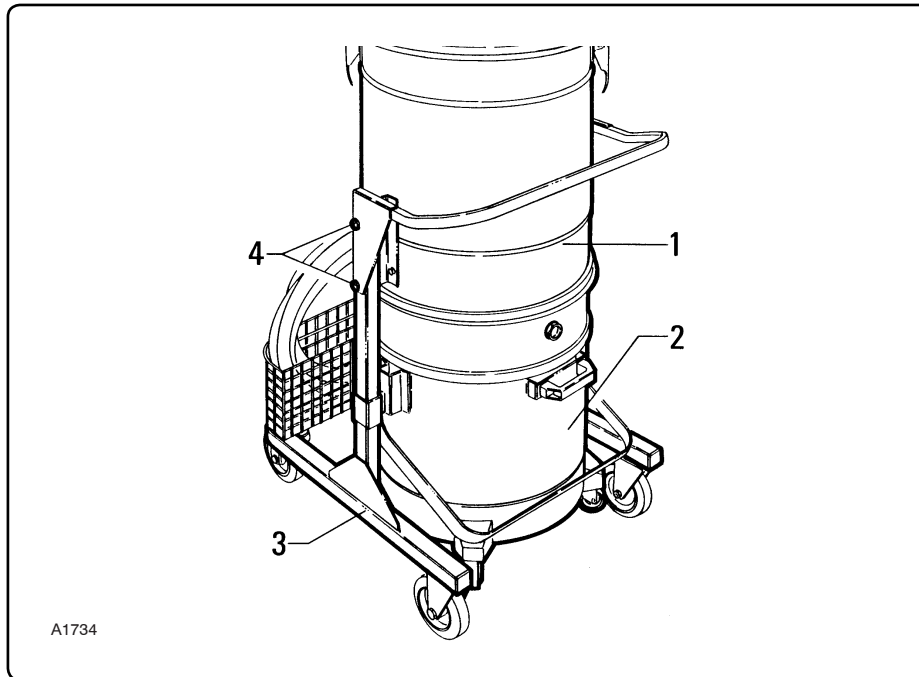

Fig. 7.5.8
7.5.6 - Verifica tenuta camera filtrante (fig. 7.5.8)
7.5.6 - Checking the tightness of the filter chamber (fig. 7.5.8)
7.5.6 - Vérification étanchéité de la chambre filtrante (fig. 7.5.8)
7.5.6 - Control estanqueidad cámara filtrante (fig. 7.5.8)